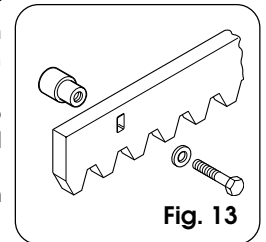

Fig. 13
**4.4.1. STALEN TANDHEUGEL DIE VAST WORDT GELAST (fig.13)**